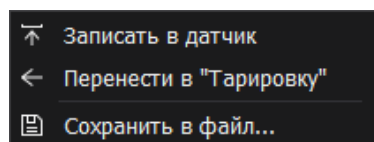

Рис.18. Действия с тарировочной таблицей
5. Тарировочная таблица может быть сохранена во внешний файл. Для этого необходимо нажать кнопку с выпадающим списком **«Действия с таблицей»** под тарировочной таблицей и выбрать пункт **«Сохранить в файл...»** (Рис.18). Поддерживаемые расширения: .txt, .xlsx, .tsv.
6. Кнопка **«Перенести в "Тарировку"»** (Рис.18) позволяет перенести тарировочную таблицу, полученную в процессе автотарировки, на вкладку «Тарировка».
7. Нажмите кнопку **«Записать в датчик»** (Рис.18), чтобы записать таблицу в датчик, подключенный к конфигуратору. Записанная таким образом тарировочная таблица сохранится во внутренней FLASH памяти датчика и будет доступна после перезагрузки питания датчика.